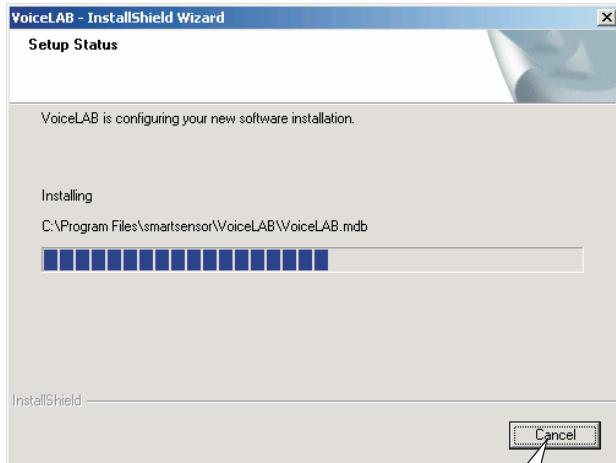

图22
- 程序安装进行中，若要终止安装此程序，此时可以点击“Cancel”按钮，如图22：